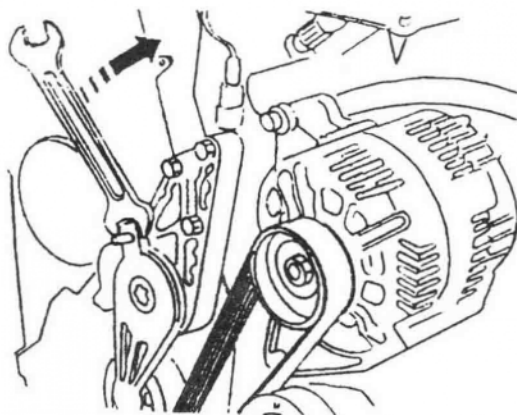

图 1-10 用专用工具扳动张紧轮
- (25) 使用专用工具, 按图 1-10 所示的方向扳动张紧轮, 使传动带松开。
(26) 使用销钉 3204 固定住张紧轮。
(27) 从发电机上取下 V 形带。